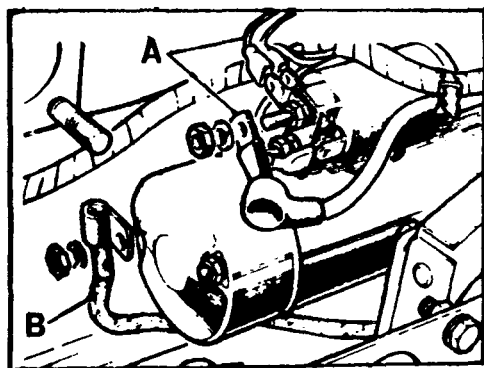

Fig. A1-3 Desmontaje de cables de alimentación del motor y cable de masa
b) Cables, A (Fig. A1-3) de alimentación del motor de arranque y el, B, de masa del motor.